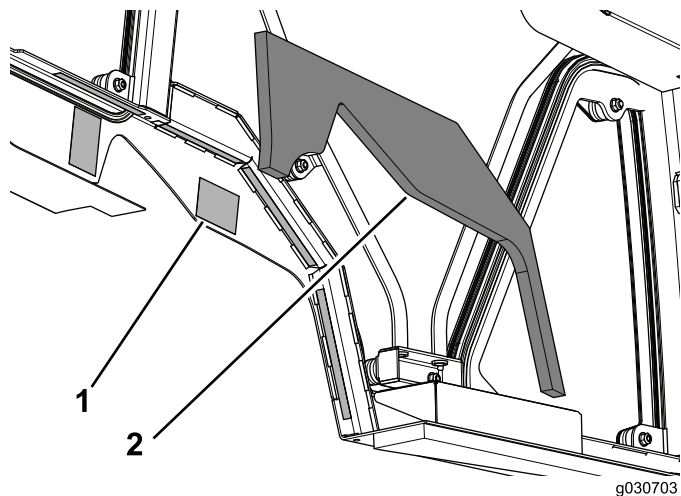

Figure 13
- Retirez la pellicule protectrice du ruban adhésif double face des deux côtés de la cabine (Figure 13).
- Appliquez le joint en mousse gauche sur la cabine (Figure 13).